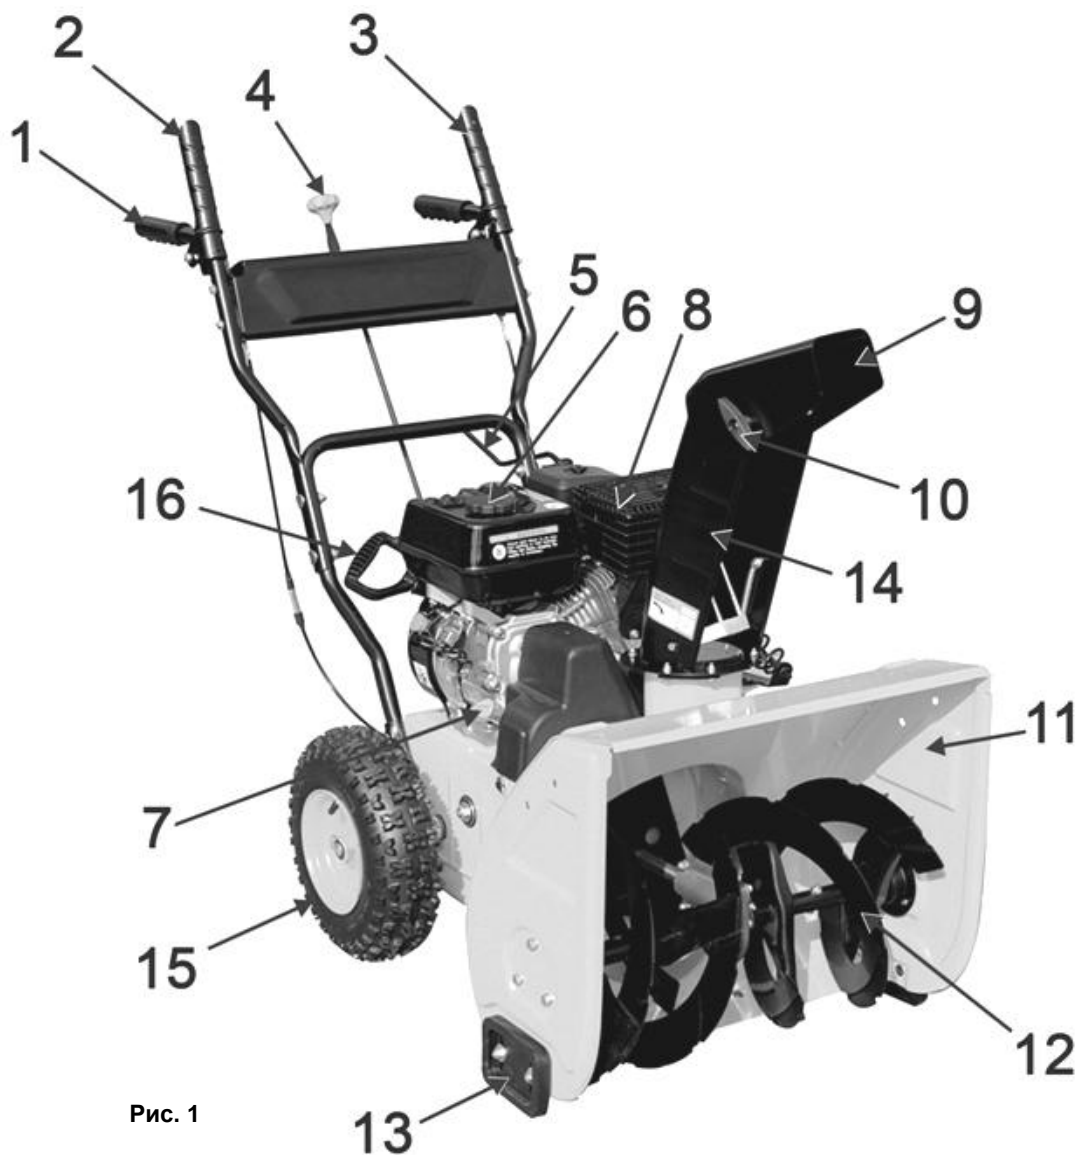

Рис. 1
- Снегоуборщик вращением лопастей шнека (12) (См. Рис.1) убирает снежный покров с ровных площадей, и через снегоотвод (14) выбрасывает его в выбранную сторону.
- Шнек (12) (См. Рис.1) - винтовой механизм в виде стержня с наклонными лопастями, приводимый в действие двигателем. Шнек захватывает, и транспортирует снежную массу внутрь снегоуборщика на вращающуюся
- Снегозаборник (11)(См. Рис.1) служит для захвата снега и направления его потока в рабочую зону снегоборщика (на шнек).
Рычаг привода колес (2)(См. Рис.1)
- При нажатии рычага привода колес (2), включается система привода, и снегоборщик начинает движение.
- При отпуске рычага привода колес (2), привод отключается, и снегоборщик прекращает движение.
Рычаг привода шнека (3)(См. Рис.1)
- При нажатии рычага привода шнека (3), включается система привода, и лопасти шнека (12)(См. Рис.1) начинают вращение.
Рычаг переключения скоростей (4)(См. Рис.1)
- Для изменения скорости и направления движения: остановите снегоборщик и вращение шнека, переведите рычаг (4)(См. Рис.1) в соответствующее выбранному режиму движения положение.
- Установите желоб снегоотвода (14)(См. Рис.1) на выпускной канал импеллера.
- Установить в отверстие на рычаге управления (2; 3)(См. Рис.1) верхний Z-образный конец троса (22)(См. Рис.5).
- Установите/замените ограничительные башмаки (13)(См. Рис.1; 7) с каждой стороны снегозаборника.
- Рычаги приводов колес и шнека (2) и (3) должны прижиматься к рукояткам руля управления (1)(См. Рис.1) без чрезмерных усилий.